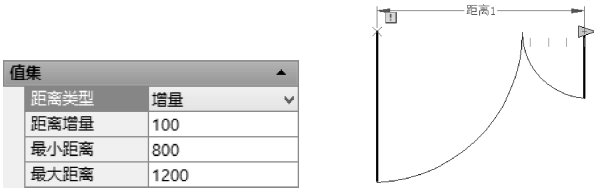

图 6-53 修改“线性”参数特性
6) 选择“距离”参数，右击，在弹出的快捷菜单中选择“特性”命令，在弹出的“特性”选项卡中，将“值集”面板中的“距离类型”设为“增量”，“距离增量”设为“100”，“最小距离”设为“800”，“最大距离”设为“1200”，结果如图 6-53 所示。